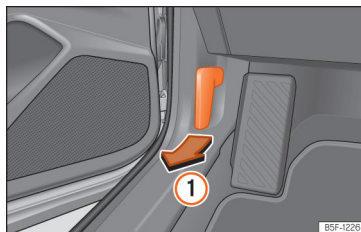

Abb. 204 Entriegelungshebel im Fahrerfußraum.
- Öffnen Sie die Tür und ziehen Sie an dem Hebel unterhalb der Instrumententafel » » » **(Abb. 204) ①**.